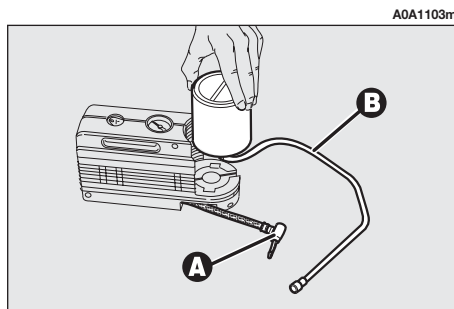

fig. 19
- disinserire l'innesto **A-fig. 19** e scollegare il tubo **B**;